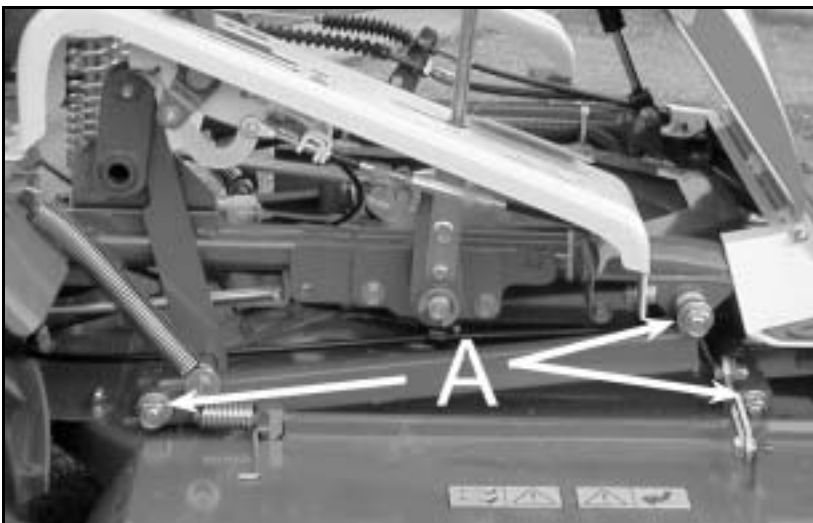

Figure 22
- Huilez avec une huile fine de bonne qualité, les articulations des leviers et de la table de coupe (figure 22, repère A).